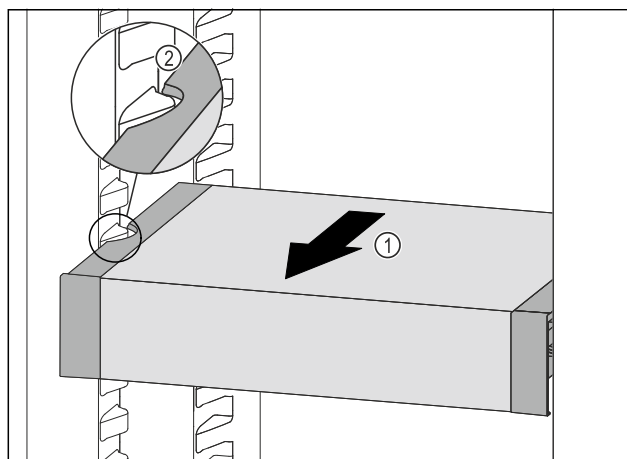

Fig. 184
- ▶ Вытягивайте VarioSafe вперед *Fig. 184 (1)*, пока боковые выемки VarioSafe не окажутся на высоте выступа резервуара в холодильном отделении. *Fig. 184 (2)*